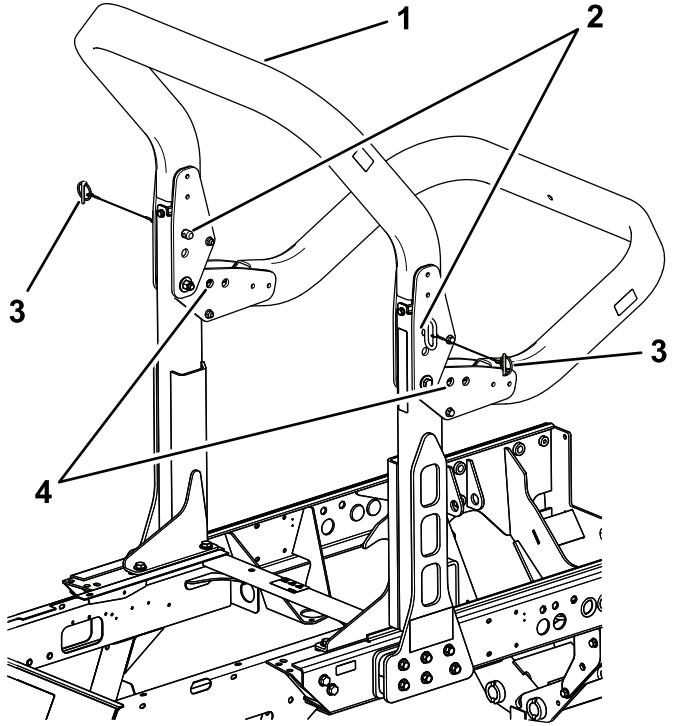

Рисунок 42
2. Поддерживайте верхнюю раму, когда снимаете шплинты и шплинтуемые штифты с кронштейнов осей поворота (Рисунок 42).